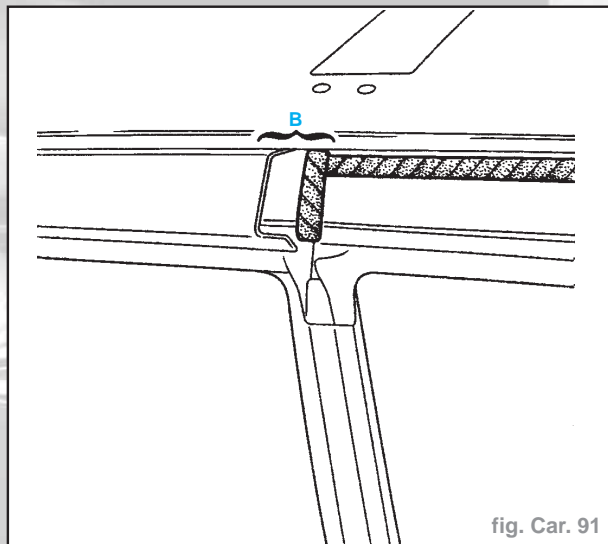

fig. Car. 91
- Dans la zone (B) entre le brancard et le patin de mousse référence : **77 11 170 210 (3M 9973)** (fig. Car. 91).